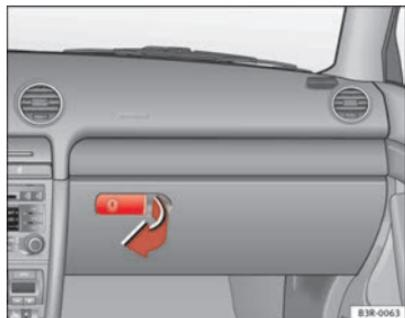

Fig. 127 Porta-luvas
- Puxe o punho da tampa no sentido da seta ⇒ fig. 127 e abra a tampa para baixo.